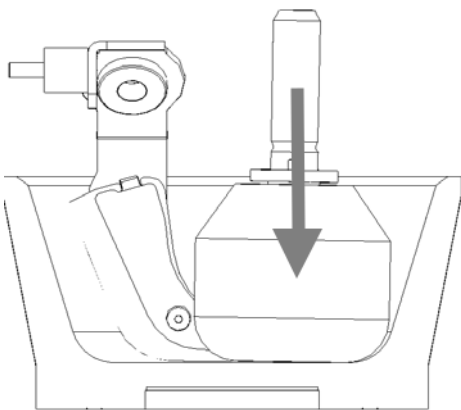

图7
- 紧接着将磨杵向后调整至感到明显的阻力。调节旋钮 **L** 向右旋。图7
• 图7 显示为磨杵的合适位置，磨杵和研钵的弧形曲线相互吻合。
- 此时增加磨杵向下的压力。图7